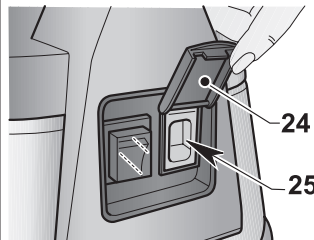

Fig. 11
- Sollevare lo sportellino (24 Fig. 11).
- Collegare la spina dell'elettrospazzola alla presa (25 Fig. 11) presente sulla testata dell'aspirapolvere (massima potenza consentita 200 W).